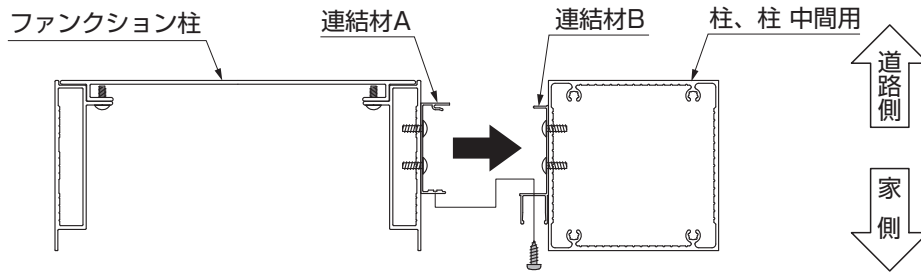
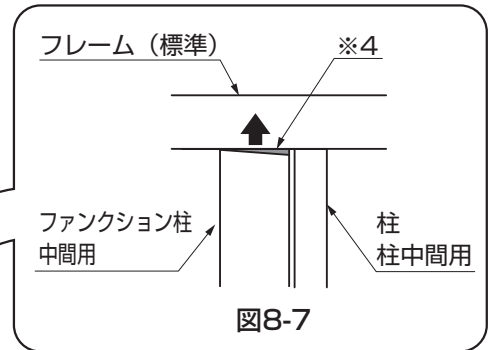
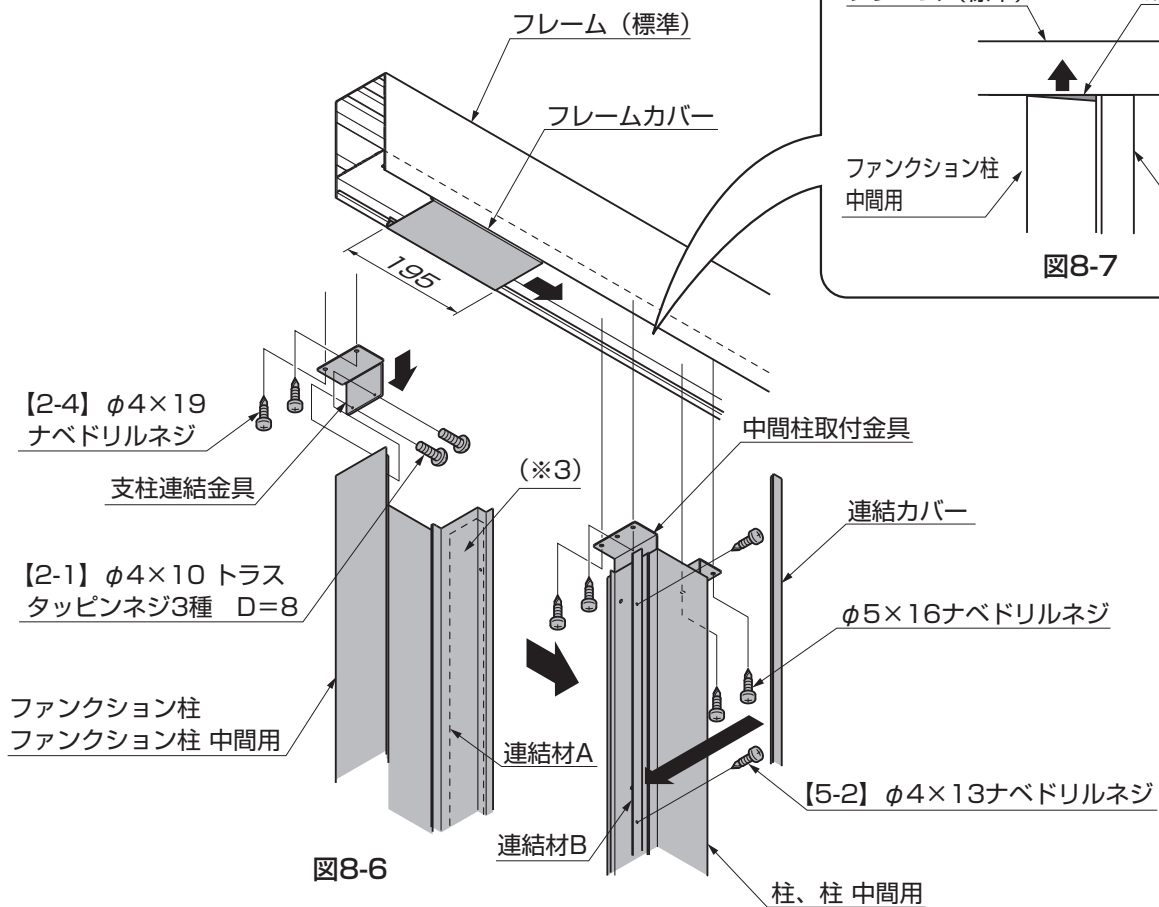

図8-5
図8-7
図8-6
- ③柱、柱 中間用をフレームにφ5×16ナベドリルネジで取付けてください。(図8-6参照)
④ファンクション柱に、【2-1】で支柱連結金具を取付けてください。(図8-6参照)
- ⑤フレームカバーを195mmにカットしてフレームにはめ込み、柱または中間柱取付金具に突き当ててください。
⑥連結材Aと連結材Bをはめ込んで、※4の箇所にすき間ができないように調整し、【5-2】で固定してください。
(図8-5、図8-6、図8-7参照)